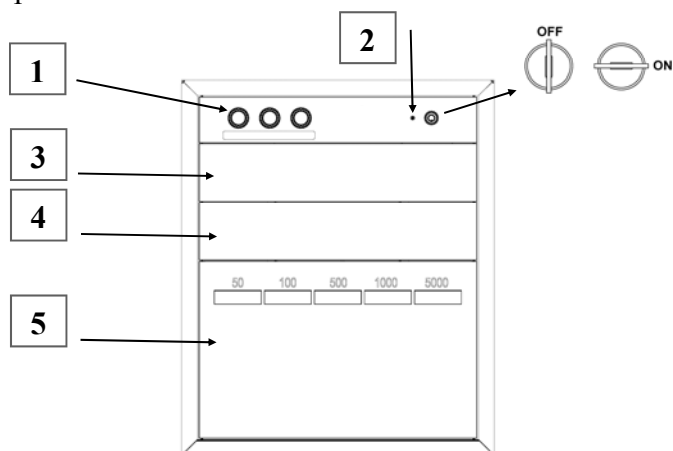

РИС. 5
1. Запуск работы осуществляется поворотом ключа активации питания в положение «ON» (см. рис.5). На панели управления индикатор сети загорается оранжевым цветом.